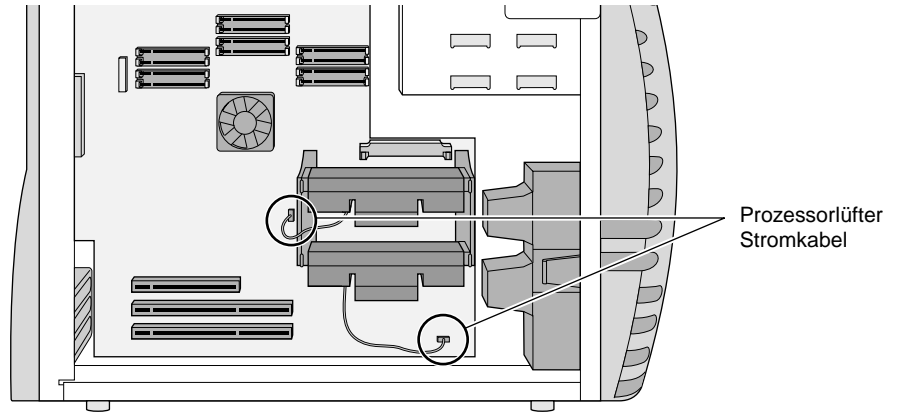

Abbildung 6-8 Lösen des Stromkabels des Prozessorlüfters von der Platine
- Bei einem Prozessor mit Lüfter ziehen Sie wie in Abbildung 6-8 den Stecker des Lüfters aus dem Steckanschluß auf der Platine.